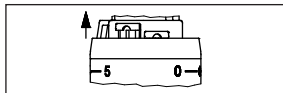

Abb.6
1. Schieben Sie mittels eines geeigneten Werkzeuges oder Stiftes die Begrenzungselemente aus der „Parkposition“ (zwischen Merzkahl „5“ und „0“, Abb. 6).